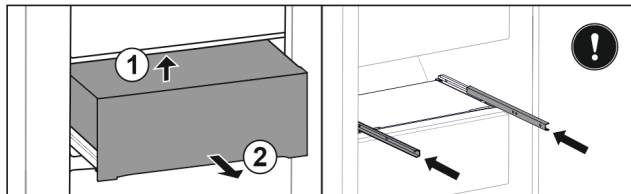

Fig. 135
- ▶ Podignite ladicu odozdo straga. Fig. 135 (1)
- ▶ Izvadite ladicu prema naprijed. Fig. 135 (2)